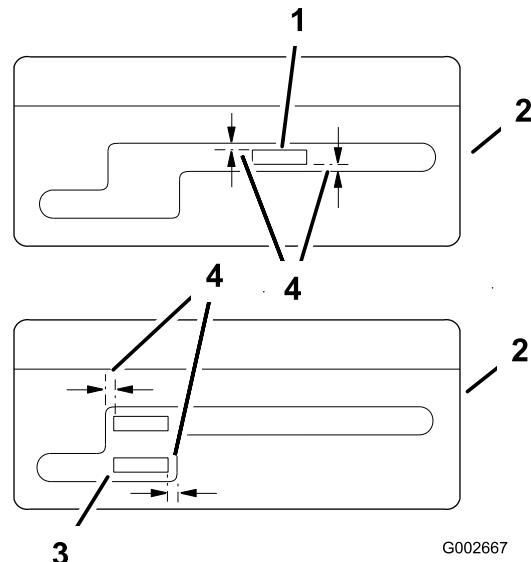

**Figure 7**
3. Sélectionnez le point mort et vérifiez l'alignement du levier dans le cran de la plaque du levier de vitesses. L'espace de chaque côté du levier doit être égal (Figure 7).